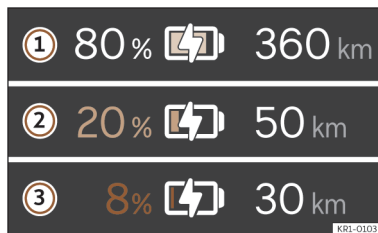

Fig. 2 No painel de instrumentos digital: autonomia e indicação da reserva.
O estado da carga atual da bateria de alta tensão indica-se com o símbolo  no painel de instrumentos digital >>> **Fig. 2 ①**. O símbolo da bateria estará mais ou menos cheio em função do estado da carga da mesma.
A autonomia do veículo é mostrada em quilômetros (km) ou milhas (mi) em função do ajuste selecionado >>> **Fig. 2 ②**.
Zona da reserva >>> **Fig. 2**